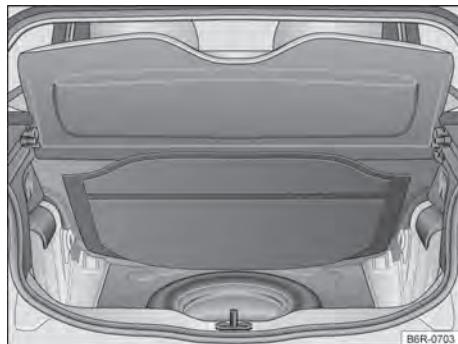

Fig. 109 No compartimento de bagagem embaixo do revestimento do assoalho: roda de emergência e ferramentas de bordo.
As ferramentas de bordo e a roda de emergência estão localizadas no compartimento de bagagem embaixo do revestimento do assoalho → **Fig. 109.**
- Levantar o revestimento do compartimento de bagagem → **Fig. 109.**